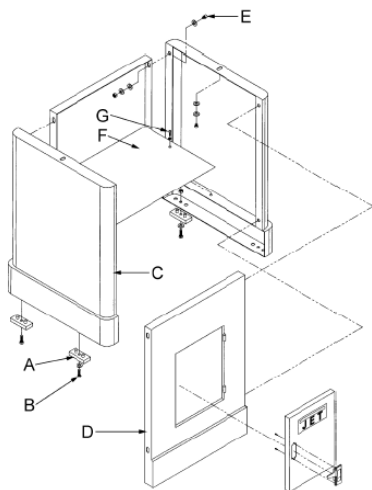

Рис. 1
Закрепите четыре резиновых основания (А) Рис. 1 на боковой стороне станины с помощью 4 винтов, 4 шайб и 4 шестигранных гаек.
Скрепите боковые части (С) Рис. 1 и переднюю панель (D) с помощью 4 шестигранных болтов, 8 шайб, 4 гроверов и 4 шестигранных гаек (Е). Закрепите полку (F) двумя винтами М5 (G) с двумя гроверами. Закрепите заднюю стенку и перед тем, как затянуть все болты, проследите, чтобы станина устойчиво стояла на ровной поверхности.